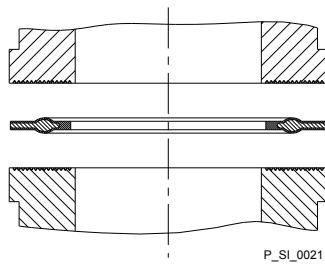

Fig. 15 : Joint profilé composite en cas de pièce folle rainurée
- Les joints profilés composites en PTFE (avec un bourrelet), qui sont fournis avec la pompe pour réaliser les raccords, assurent l'étanchéité des raccords entre les clapets de pompe rainurés et les pièces folles rainurées de ProMinent - voir Fig. 15 .